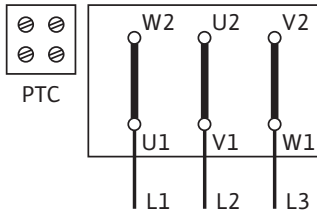

Fig. 45: Y-Δ-start (standaard)
Het aansluitschema voor de elektrische aansluitingen bevindt zich in de klemmenkast (zie ook Fig. 45/46).
- De netaansluiting op de klemmenplaat is afhankelijk van het motorvermogen P_2 , van de netspanning en het inschakeltype. De noodzakelijke schakeling van de verbindingsbruggen in de klemmenkast kan in de volgende lijst "Tab. 4: Bezetting van de aansluitklemmen" op pagina 107 evenals Fig. 45/46 worden gevonden.
Y-Δ-start (standaard)	Verbindingsbruggen verwijderen (Fig. 45)